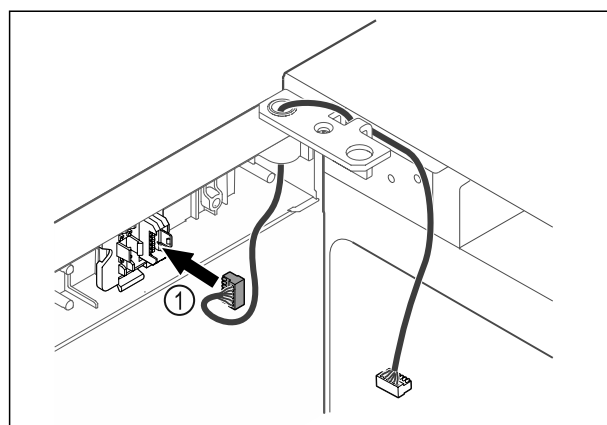

Fig. 54
- Inserire il connettore Fig. 54 (1) nel supporto connettori.